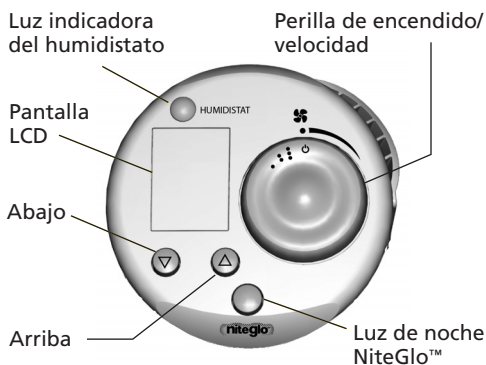

Figura 8
1. **Control de potencia/velocidad:** Enciende o apaga el humidificador. Siempre debe apagarse el humidificador antes de desconectarlo, moverlo o rellenar el tanque de agua. Vea la Figura 8.